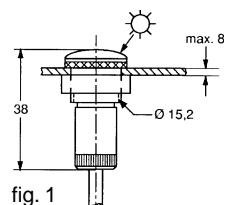

fig. 1
□ «switchboard front face» type: see fig. 1